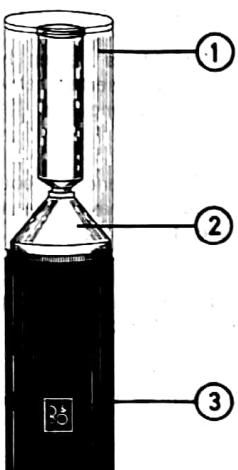

Fig. 1
Efter demonteringen af den beskyttende overpart (1) og underparten (3), hvori kablet er indlagt, kan foden (2) anvendes som bordstativ for BEOMIC 1000, se fig. 1.
After removal of the protective top section (1) and the bottom section (3) enclosing the cable, the base (2) may serve as a desk stand for the BEOMIC 1000; see Fig. 1.
Nach der Demontierung des schützenden Oberteils (1) und des Unterteils (3), worin das Kabel Platz findet, kann der Fuß (2) als Tischstativ für BEOMIC 1000 benutzt werden, siehe Abb. 1.